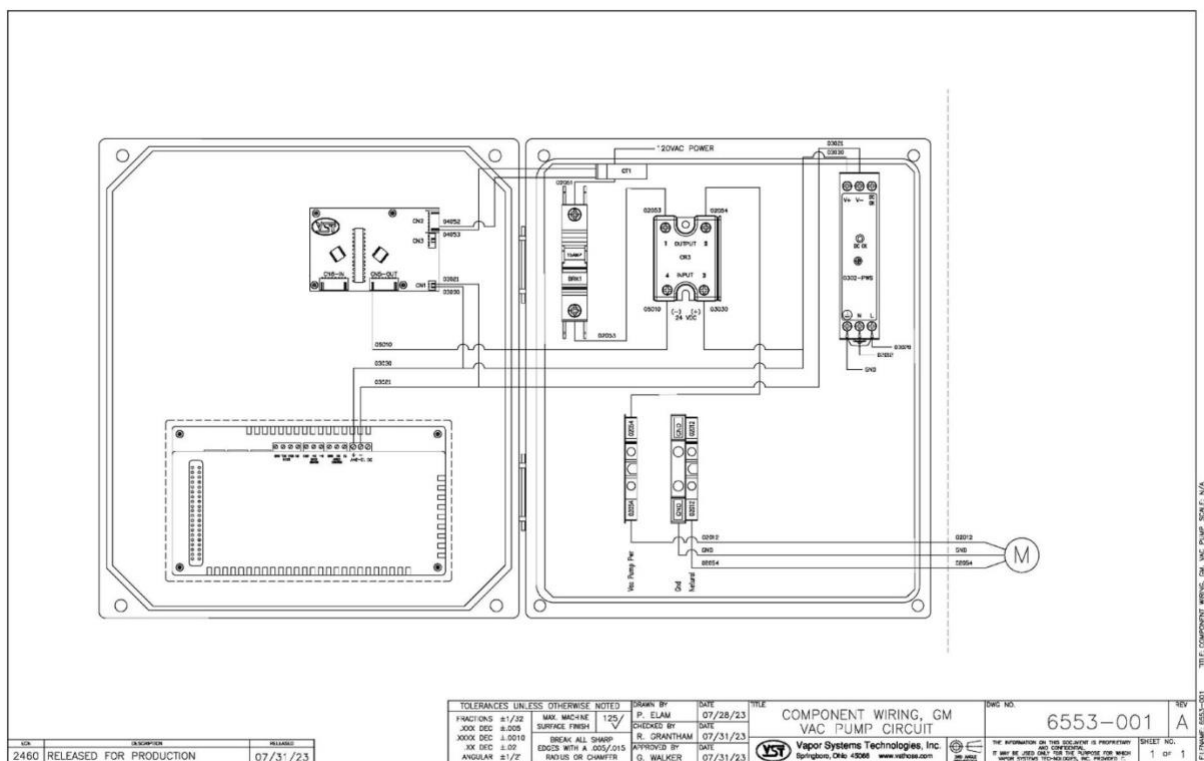

Figura 8-22: Circuito de bomba de vacío
4.	Compruebe el circuito del cableado de la bomba de vacío dentro del panel de control de VST. Vea la Figura 8-22. • Revise físicamente las conexiones del cableado de la bomba de vacío en la caja de conexiones de la bomba de vacío y el panel de control de VST para asegurar que las conexiones estén ajustadas y conectadas correctamente.